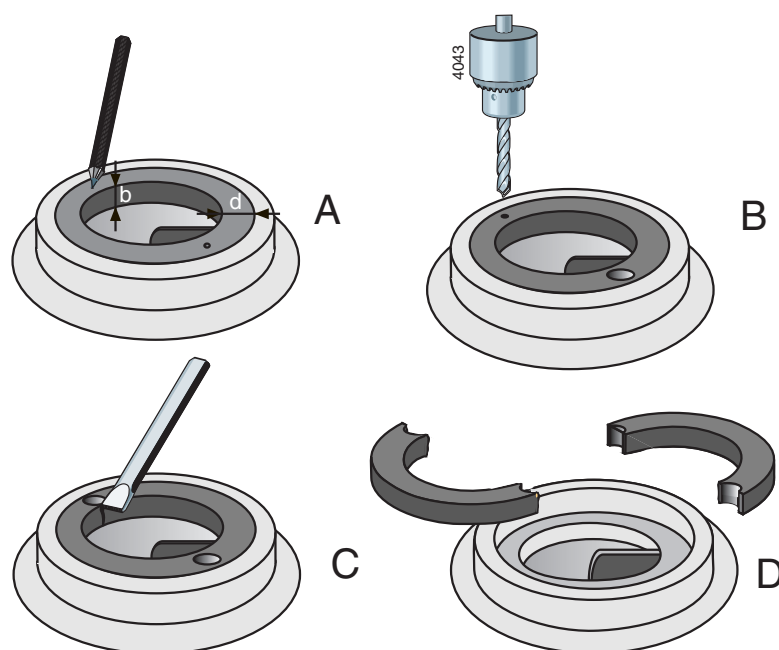

Bild 9: Borttagning av slitrिंग.
- 1 Mät ringens tjocklek (D) och bredd (B), se bild 9 A.
- 2 Slå ett kärnslag i mitten av ringens kant på 2 motsatta ställen, se bild 9 B.
- 3 Använd en borrar med en diameter som är något mindre än ringens tjocklek (D) och borra två hål i ringen, se bild 9 C. Borra inte djupare än ringens bredd (B). Se till att pumphusets monteringsyta inte skadas.
- 4 Hacka igenom resten av ringtjockleken med ett stämjärn. Ringen kan då tas ut ur pumphuset i 2 delar, se bild 9 D.